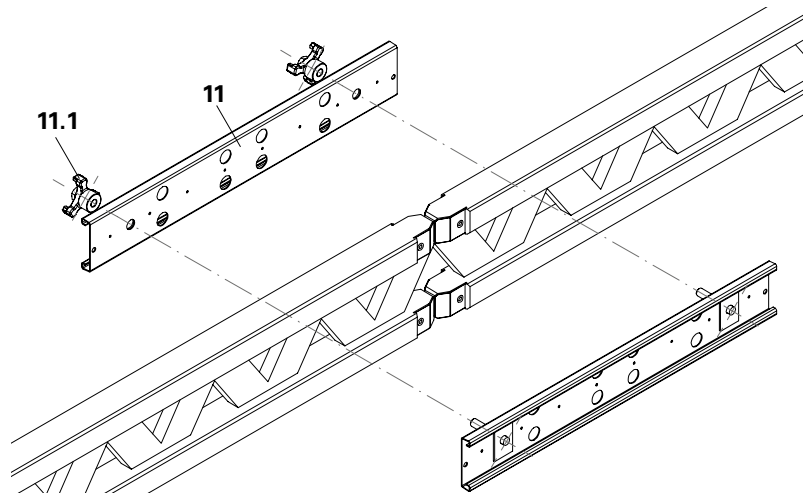

Fig. A4.02
2. Inserire i connettori (11) di ciascun giunto nella struttura reticolare.
- (Fig. A4.02 + A4.03)